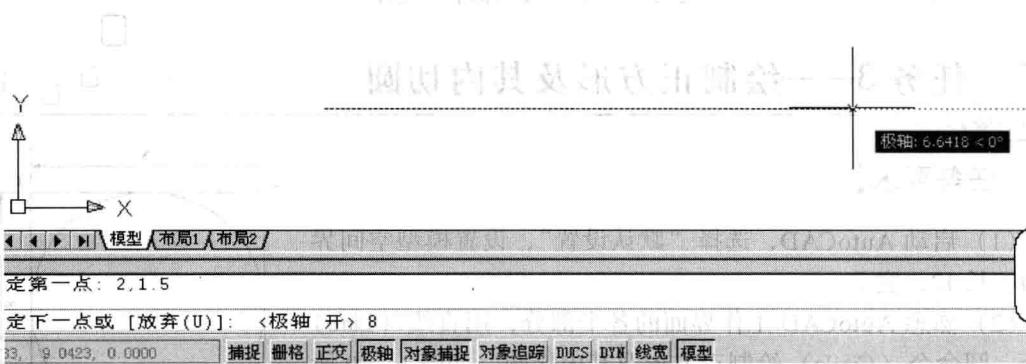

图 1-9 极轴捕捉
(1) 新建一张图，采用 Limits 命令设置图幅为 12×9 ，然后采用“Zoom”→“All”命令使图幅满屏。
(2) 按 F10 键，进入极轴捕捉方式。
(3) 输入“Line”命令，输入起点坐标“2, 1.5”，用极轴捕捉的方式绘图，将鼠标右移，当指针附近出现“极轴：*.*.*.* < 0°”时输入“8”，按回车键，得到第 2 点，如图 1-9 所示。其余各点绘制如表 1-4 所示。
(4) 以“SX1-001”命名，存盘。以下步骤同方法 1。